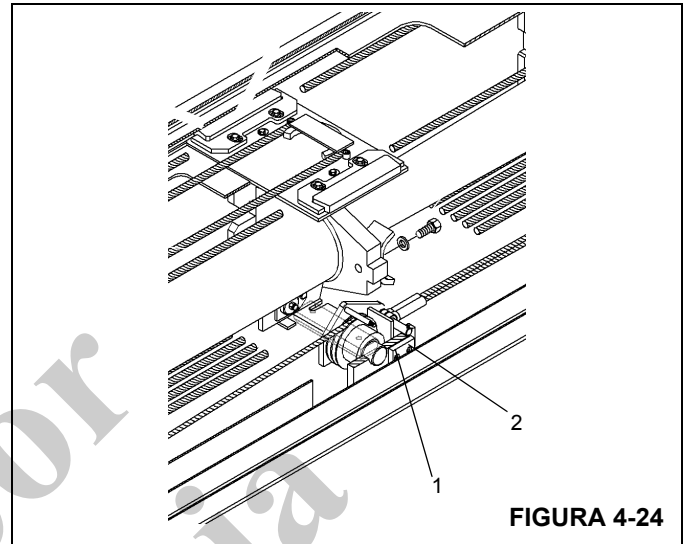

FIGURA 4-24
1. Instale las almohadillas de desgaste laterales traseras inferiores y suplementos (1) en la sección central exte-
rior con dos tornillos (2) en cada una (Figura 4-24). Coloque los suplementos según lo indicado en la nota.